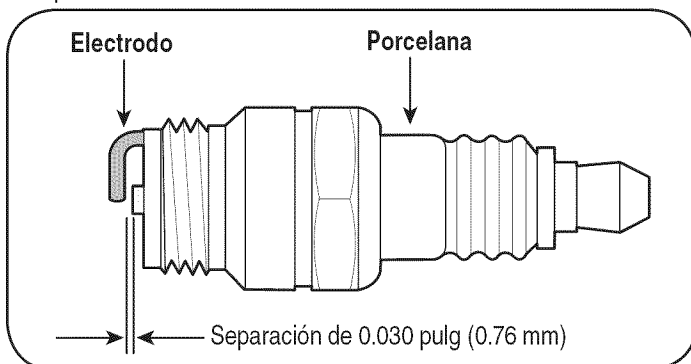

Figura 15
- Saque e inspeccione la bujía. Verifique la separación para asegurarse de que está fijada en 0.030". Vea la Figura 15.